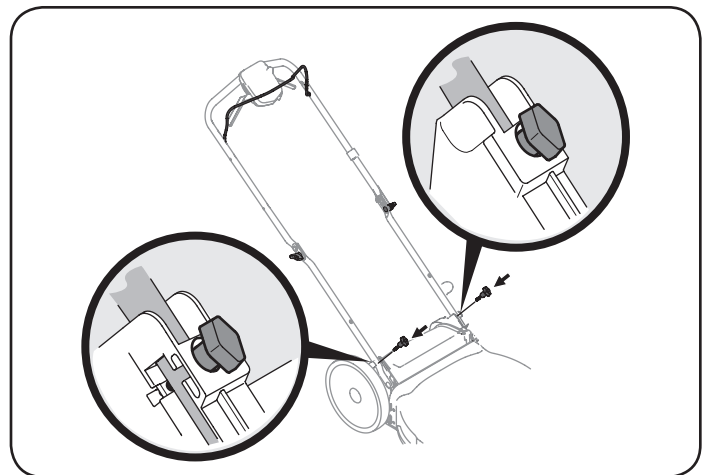

Figura 4
4. Inserte el T-pernos quitó anteriormente a través del mango corchetes y asa inferior y apriete bien para asegurar el mango en su lugar. Vea la Figura 4.